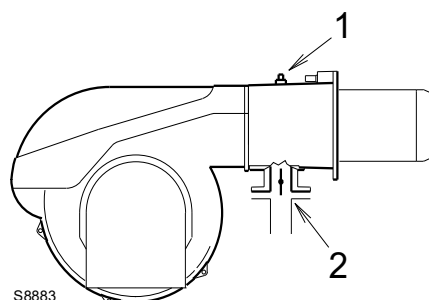

Fig. 18
Pressão do gás medida no conector fêmea 1)(Fig. 18), com:
Em vez disso, para saber a pressão do gás necessária para o conector fêmea 1)(Fig. 18), defina a potência de modulação máxima na qual o queimador deve ser operado:
- Ler a pressão no conector fêmea 1)(Fig. 18).
pressão necessária no conector fêmea 1)(Fig. 18).